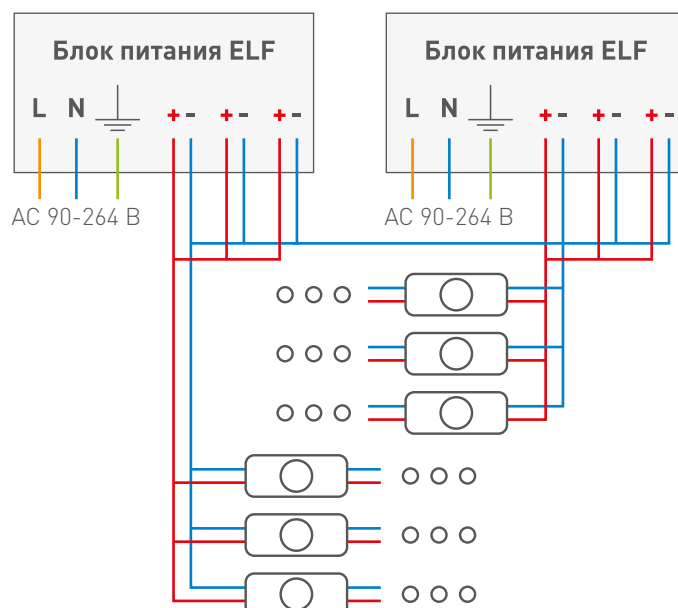

Рис. 8
**▲ ВАЖНО:** При использовании нескольких блоков питания в одной рекламной конструкции, объединение блоков питания по минусовому проводу терминала «Выход» (Output), как показано на Рис. 8, является обязательным!